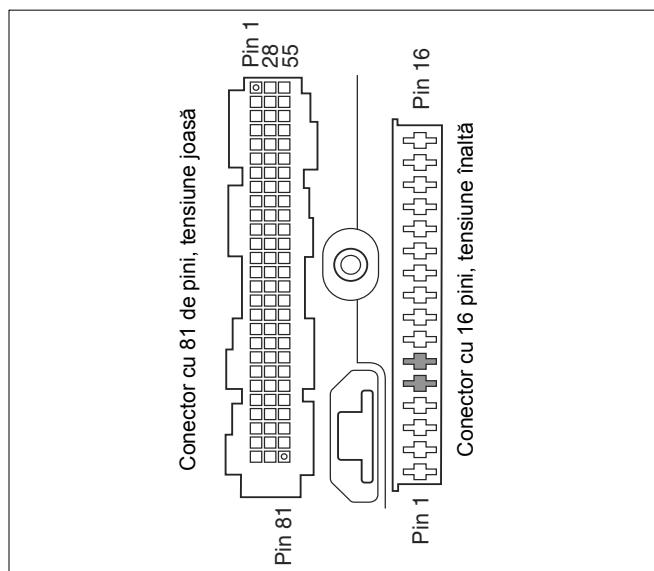
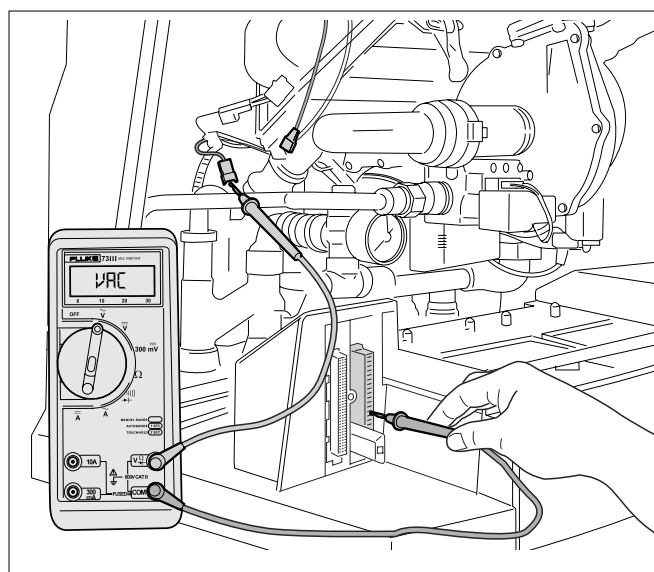

Fig. 30 Picior de montare a UBA3
Fig. 31 Măsurarea cablului de alimentare a aprinzătorului electric
- Verificați cablul de alimentare a aprinzătorului electric cu privire la scurtcircuit și puncte de rupere (vezi Fig. 31, Fig. 30 și Fig. 143 de la pagina 150).